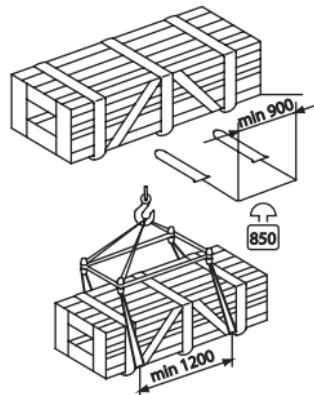

Рисунок 4 – Габаритные размеры изделия в упаковке
4. Залейте необходимое количество гидравлического масла в масляный бак (рис.4). Количество масла определяется визуально, приблизительно 2 см от заливной горловины, минимум 4 см (но не более 15 литров).
При отгрузке/разгрузке или транспортировке оборудования в упаковке убедитесь, что используется подходящая техника (например, подъёмные краны, грузовики) и подъёмные средства. Убедитесь также, что оборудование надёжно закреплено на платформе, во избежание его падения, также необходимо учитывать размер упаковки, вес и центр тяжести (рис. 4).